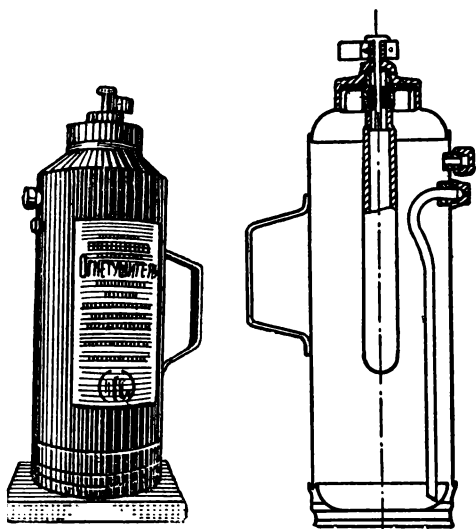

Рис. 27. Наружный вид и разрез тетрахлорного огнетушителя.
**Жидкостные огнетушители.** Тетрахлорный огнетушитель завода № 3 ВАТО представляет собой оцинкованный корпус емкостью в 4—5 л. Закрывается огнетушитель крышкой, в которой имеется ударник; в крышку ввертывается углекислотный баллон (рис. 27).